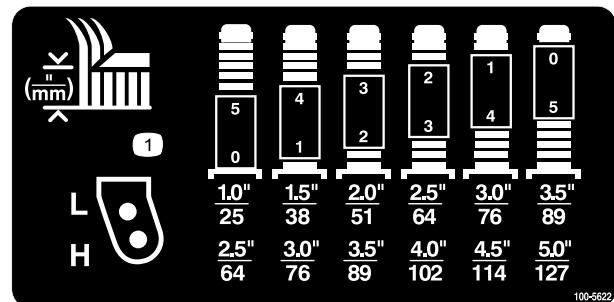

Figura 8
2. Infilate i distanziali sul perno della ruota orientabile fino a ottenere l'altezza di taglio desiderata; fate riferimento a Figura 7 e Figura 8 per determinare le combinazioni di distanziali necessari per l'impostazione voluta. Infilate una rondella di spinta sul perno e spingete la ruota orientabile nel relativo braccio. Montate un'altra rondella di spinta e i distanziali restanti sul perno, quindi montate il
2. Posizionate gli assali delle ruote orientabili negli stessi fori su entrambe le forcelle. Fate riferimento a Figura 7 e Figura 8 per determinare i fori adeguati all'impostazione voluta.
Fate riferimento a Figura 7 e Figura 8 per determinare le combinazioni di distanziali necessari per l'impostazione voluta.